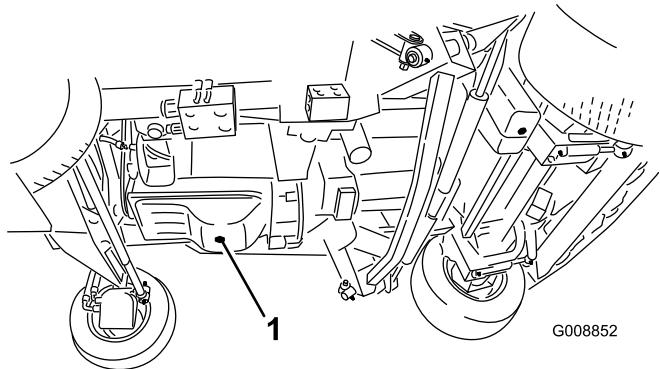

Figura 61
1. Retire el tapón de vaciado (Figura 61) y deje fluir el aceite a un recipiente apropiado. Cuando el aceite deje de fluir, coloque el tapón de vaciado.